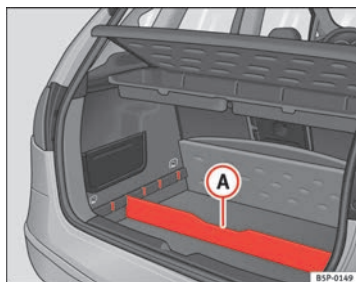

Fig. 106 Separador del piso maletero
- Coloque el separador **A** ⇒ fig. 106, en las ranuras laterales según sea el tamaño de los objetos a transportar. Debajo del portaobjetos se encuentran las herramientas de a bordo y la rueda de repuesto.